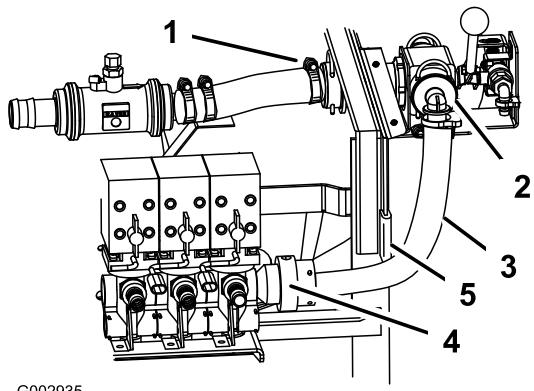

Figura 29
3. Collegate il raccordo montato nel flessibile di alimentazione della barra al gruppo valvola di comando, fissandolo con l'ancoraggio tolto in precedenza (Figura 29).
4. Montate il gruppo valvola di comando sulla staffa di montaggio della scatola di comando (Figura 29) utilizzando 2 bulloni a testa flangiata (1/4 x 3/4 pollici) ma senza serrare gli elementi di fissaggio.
5. Montate il gruppo valvola a sfera piccola sulla staffa di montaggio della scatola di comando (Figura 29) utilizzando 2 bulloni a testa flangiata (1/4 x 3/4 pollici) e 2 dadi flangiati (1/4 pollice) ma senza serrare gli elementi di fissaggio.
6. Allineate gli assi delle leve su ciascuna valvola, e le valvole (Figura 29). All'occorrenza, perché tutto sia inserito correttamente, allentate le fascette stringitubo che fissano il flussometro alla macchina.
10. Collegate il raccordo sul flessibile grande del gruppo valvola di comando al raccordo sul lato destro delle valvole di alimentazione della barra (Figura 29).
11. Scollegate il flessibile grande dalla valvola di comando, e guardate all'interno della valvola (Figura 29). Dovreste vedere un'apertura ricurva verso l'alto nella sfera di controllo. In caso contrario, girate la sfera finché l'apertura non è chiaramente visibile, ricurva verso l'alto.
12. Collegate il flessibile grande alla valvola di comando (Figura 29).
13. Collocate il trim in gomma sopra il bordo del telaio per proteggere il flessibile (Figura 29).